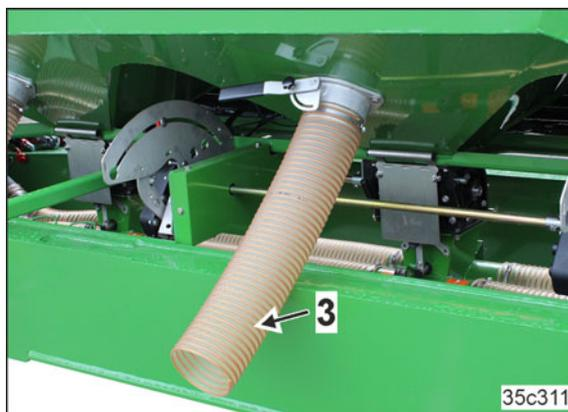

Fig. 57
3. Mettre le flexible de vidange (Fig. 57/3) dans un réservoir de collecte.